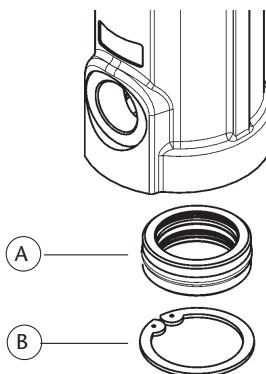

Fig. 11
LA SOUPE D'IMPULSION (FIG. 11, FIG. 12)
1. Suivre les instructions données pour remplacer le moteur d'air jusqu'au moment d'extraire le piston (C) du corps moteur.
2. Retirer l'anneau de sécurité (B) ainsi que l'ensemble des colliers (A) (fig. 11) du corps du moteur d'air. Remplacer ces pièces si nécessaire.